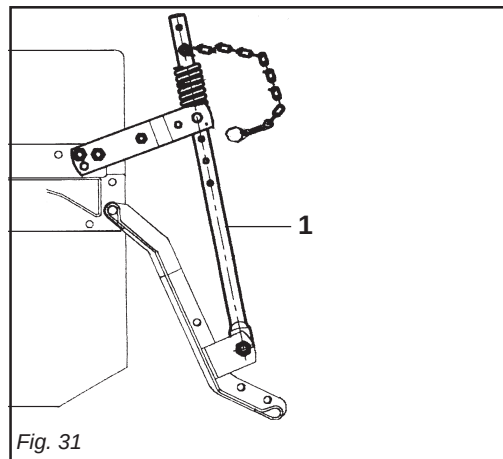

Fig. 31
- 2) Il martinetto a molla (1 Fig. 31) oltre a sostenere la lamiera livellatrice ed ammortizzarla nel trasporto su strada, serve a evitare il ribaltamento della macchina durante il parcheggio.
- 2) *Besides supporting the levelling plate and acting as a shock absorber for it during road transport, the spring ram (1 Fig. 31) prevents the machine from overturning when parking.*
- 2) Die Federwinde (1 Abb. 31) trägt nicht nur das Planierschild und dient beim Straßentransport zur Dämpfung von Stößen, sondern sie soll auch verhindern, daß die Maschine während des Parkens umkippt.
- 2) *Le vérin à ressort (1 Fig. 31) sert de soutien à la tôle de nivellement et de suspension pendant le transport sur route, pour éviter le basculement de la machine lors du stationnement.*
- 2) El gato de resorte (1 Fig. 31), además de sostener la chapa de nivelación y protegerla durante el transporte en carretera, sirve para evitar el vuelco de la máquina durante el estacionamiento.